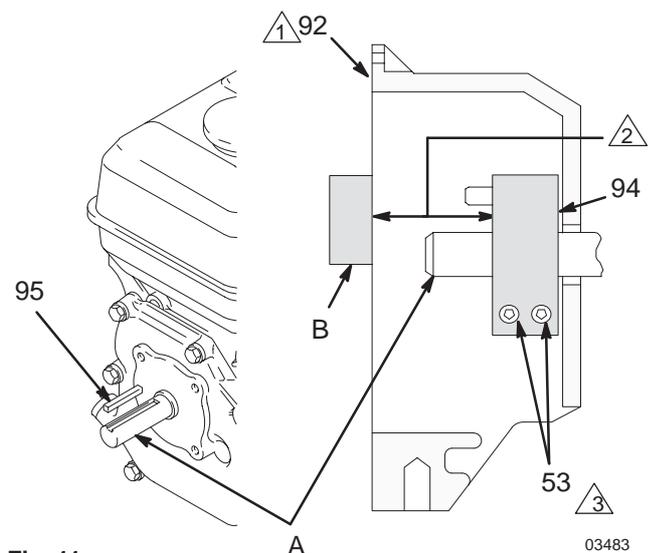

Fig. 11
1. Fig. 11. Afloje los dos tornillos (53) de la abrazadera (94).
2. Introduzca el destornillador en la ranura de la abrazadera (94) y sáquela.
1. Fig. 11. Instale la chaveta del eje del motor (95).
2. Golpee la abrazadera (94) del eje del motor (A). Mantenga la distancia mostrada en la nota 2 de la Fig. 11.
3. Introduzca la abrazadera (94) en el eje del motor (A). Mantenga la distancia mostrada en la nota 2 de la Fig. 11.